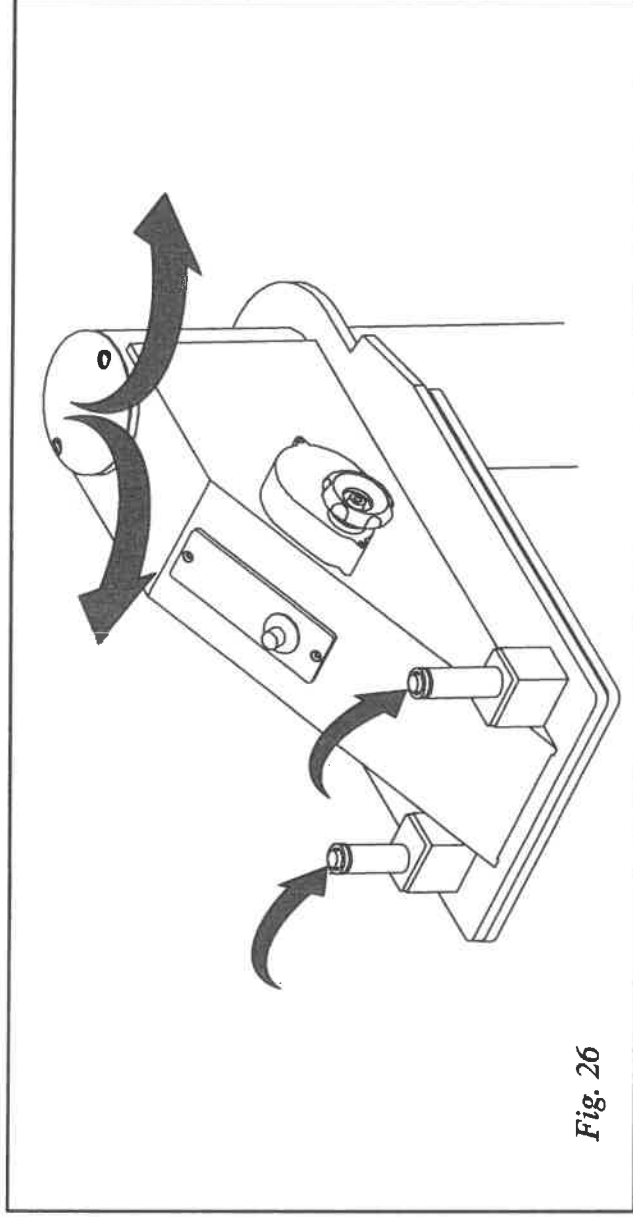

Fig. 26
- b) Le bras peut être déplacé à droite autant qu'à gauche, avec une rotation totale de 180° en employant les deux poignées appropriées. Pour actionner la machine on doit appuyer sur les deux boutons-poussoirs **simultanément** (Fig. 26), étant la machine équipée avec dispositif de synchronisation électrique ($\approx 3/10$ s). Ne relâchez les deux boutons-poussoirs que quand le bras commence à monter.